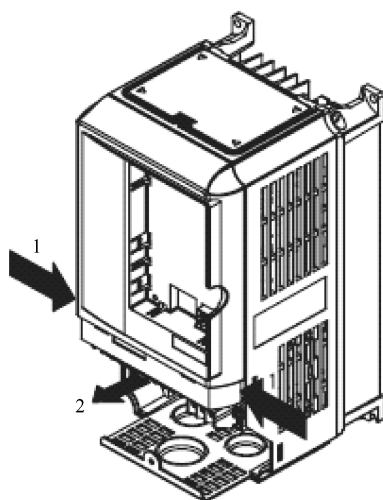
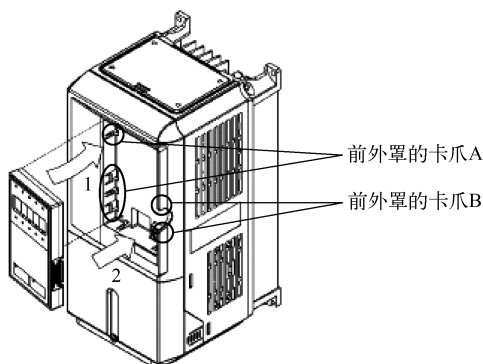

图 3-15 前外罩的拆卸
图 3-16 数字式操作器的安装
② 前外罩的拆卸。将前外罩左右的侧面部分沿着 1 的方向按下的同时，将外罩沿 2 的方向抬起，如图 3-15 所示。
③ 前外罩的安装。端子排的接线作业完成后，按照与拆卸时相反的顺序来安装前外罩。确认数字式操作器没有装在前外罩上。如果在带着数字式操作器的状态下安装前外罩，将会引起接触不良。将前外罩上部的卡爪卡入变频器主体的沟槽内，再向主体侧按下前外罩的下部，直到听到“咔嚓”一声为止。
④ 数字式操作器的安装。在完成前外罩的安装后，按照以下步骤安装数字式操作器，如图 3-16 所示。